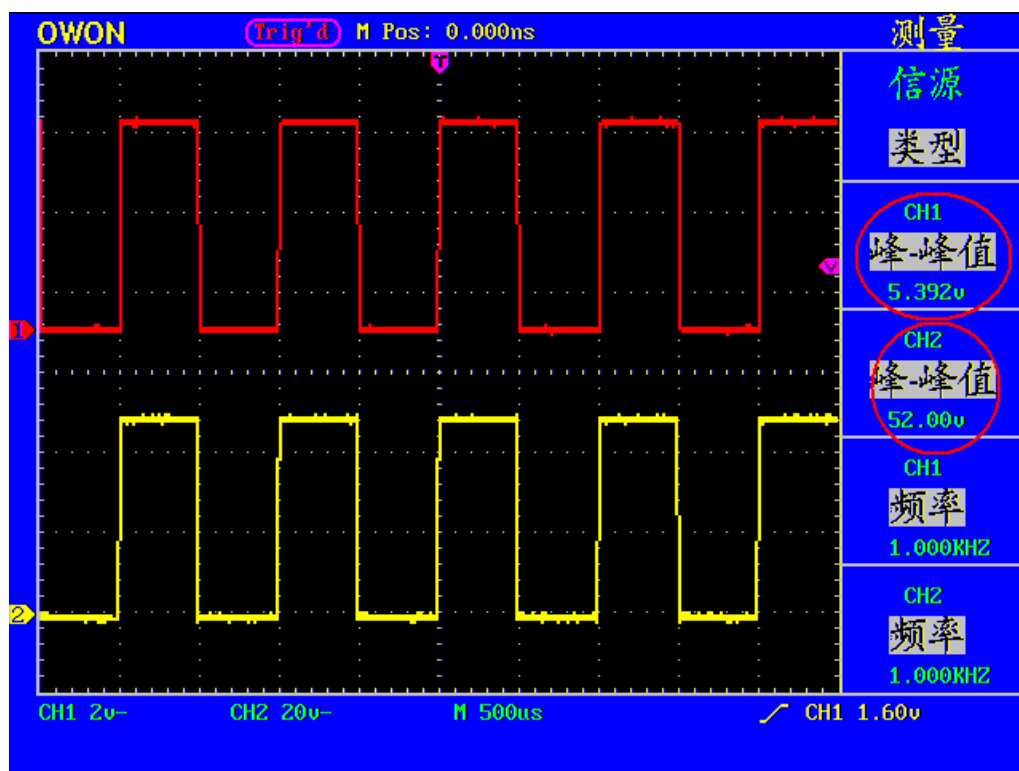

图 57： 增益测量波形
- 10、从显示菜单中读出通道1和通道2的峰-峰值。见图 57。